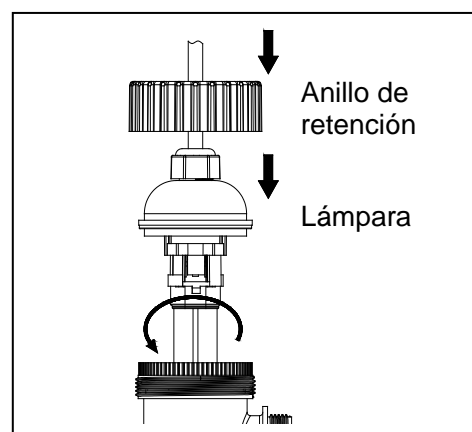

Fig. 16
4. Luego vuelva a instalar el soporte de la lámpara y el anillo de retención. Fig. 16